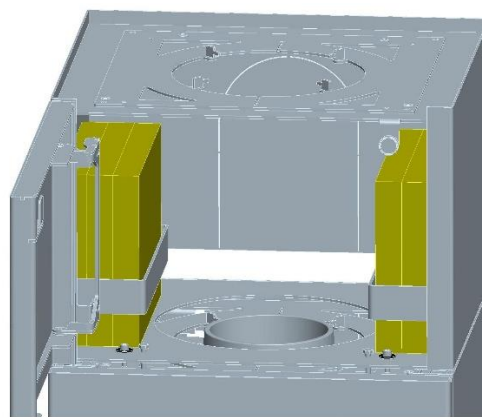

Fig. 9: Insérer des pierres accumultrices
4. Insérer les 6 pierres accumultrices jointes comme indiqué dans l'illustration Fig. 9.